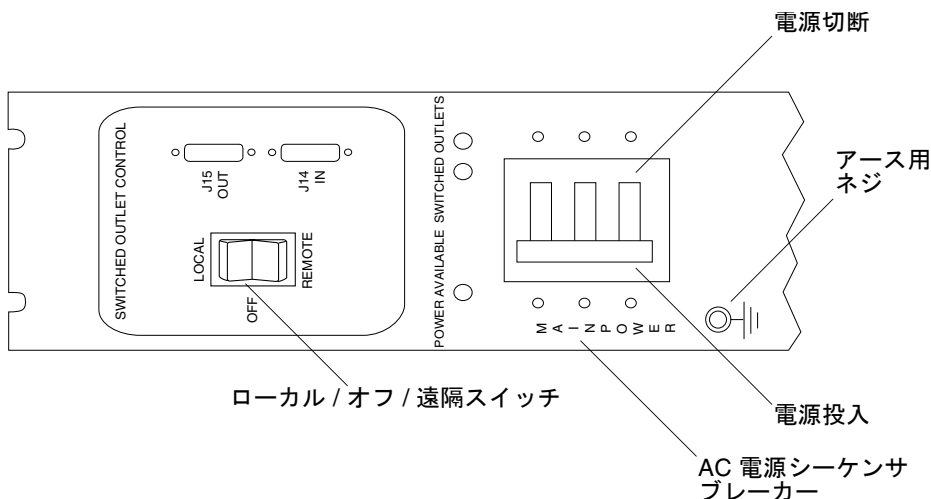

図 4-5 AC 電源シーケンサのコントロールパネル
3. 拡張キャビネットの下部正面と下部背面で、AC 電源シーケンサのブレーカーを押してオフにします (図 4-5)。
5. 拡張キャビネット下部正面と下部背面で、ローカル / オフ / 遠隔スイッチを押して、ローカルに設定します (図 4-5)。